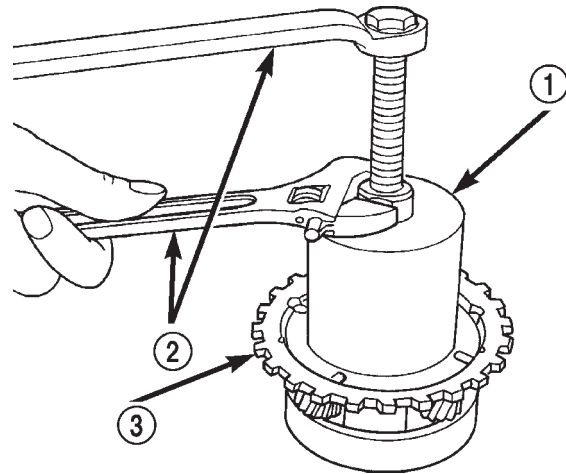

Fig. 65 Desmontaje del cono del cojinete del portador trasero
(56) Retire el cono del cojinete del portador trasero empleando las herramientas que muestra la (Fig. 65).